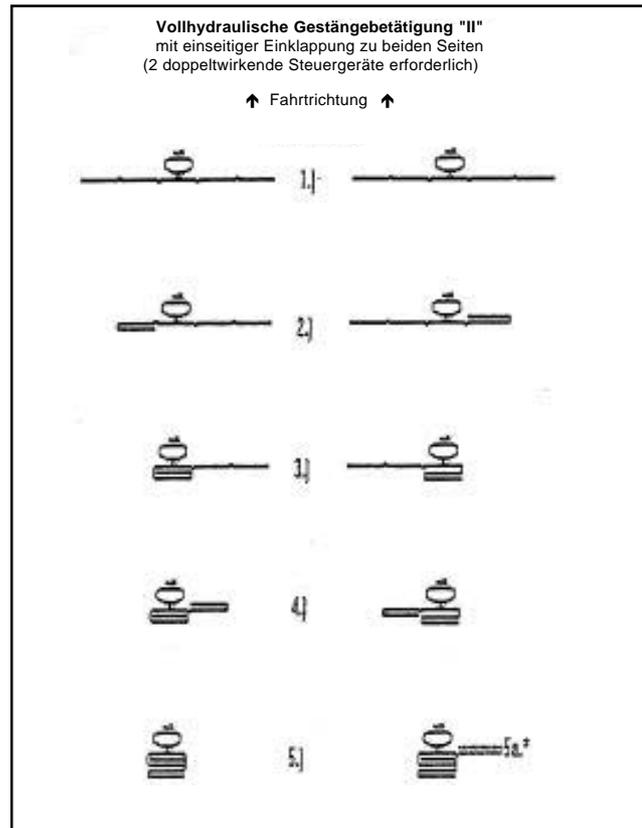

Fig. 10.5
2. **Vollhydraulische Gestängebetätigung "II"**, einseitige Klappung in Fahrtrichtung links und rechts möglich (Fig.10.5) (1 einfachwirkendes und 2 doppeltwirkende Steuergeräte auf Schlepper erforderlich).